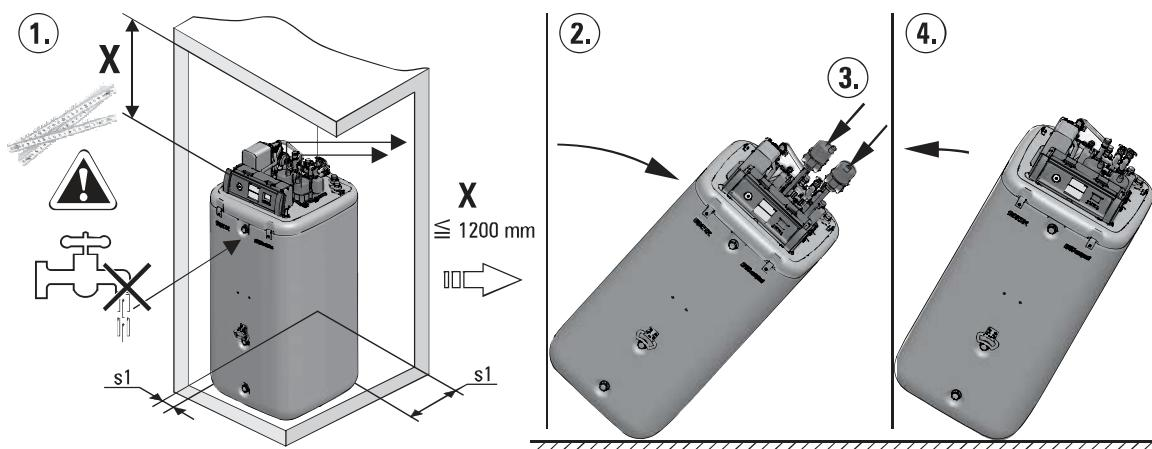

Bild 2-4 Aufstellung HPSU compact
- Empfohlene Abstände (Bild 2-4):
- Zur Decke (X):  $\geq 1200$  mm.